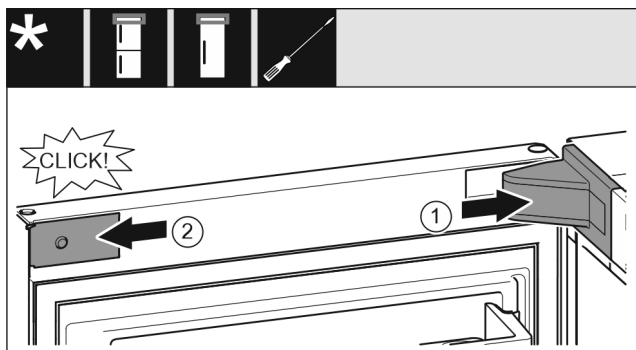

Fig. 33
- ▶ Applicare la copertura del blocco di supporto e innestarla, se necessario premere con cautela. Fig. 33 (1)
- ▶ Applicare il pannello lateralmente e innestarlo. Fig. 33 (2)